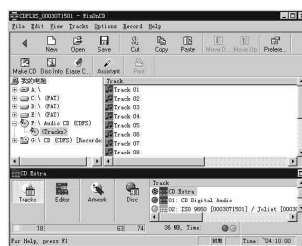

图 5
(4) 点击 General 标签，进行各项设置工作。因为本部分所介绍的刻录“数据 CD”(Data CD)属普通光盘格式，所以在“CD Format”(CD 格式)下方的 Session (区段类型)选项中，应选择“Mode 1”(CD-ROM 模式 1)。
(5) 接着单击“File Names”(文件名格式)，供我们选择的四个选项分别是(图 5)：
3. 这时,在下方的目标窗口中可很清楚地看到,“轨道 01”是音频格式,而“轨道 02”则是 ISO 9660 文件格式(图 5)。